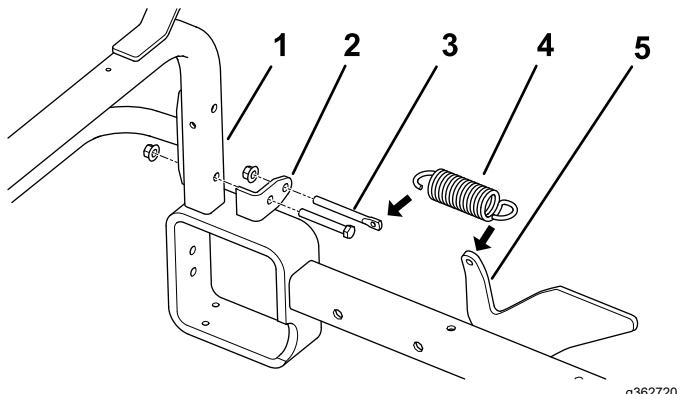

Figura 14
2. Retire el perno y la tuerca **inferiores** que sujetan cada soporte de montaje de la barra de enganche a los tubos verticales del bastidor (Figura 14).
4. **Nota:** Posicione los soportes de muelle como se muestra en la Figura 14.